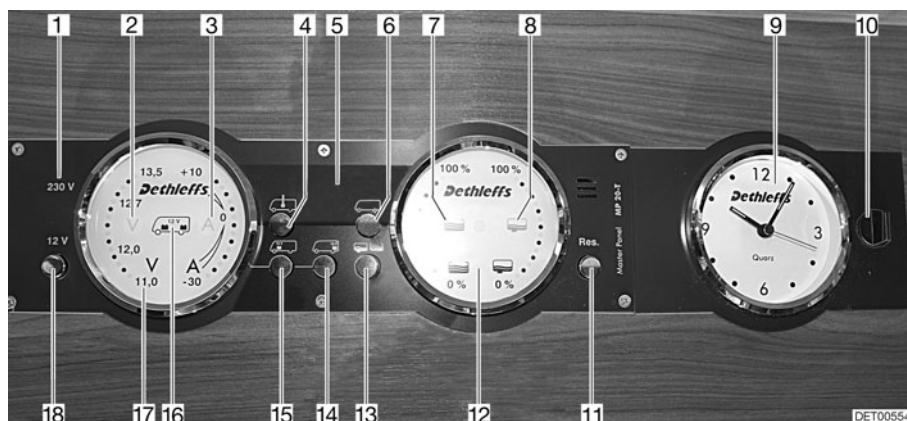

Fig. 138 Panel MP 20-T
Se enciende la luz de control de 230 V (Fig. 138,1) cuando hay tensión de red en la entrada del bloque eléctrico.
El interruptor principal de 12 V (Fig. 138,18) conecta y desconecta el panel y la alimentación de 12 V del habitáculo.
- Pulsar la tecla "12 V" (Fig. 138,18) brevemente. La alimentación de 12 V del habitáculo está conectada. La visualización de control "12 V" está encendida.
- ▷ En caso de que después de la conexión parpadeen tanto el LED "11,0" de la visualización de voltios así como el símbolo Voltios "V" (Fig. 138,2) en el instrumento indicador Baterías (Fig. 138,17), será demasiado baja la tensión de la batería del habitáculo. Cargar la batería.
- ▷ En caso de que después de la conexión parpadeen tres veces la visualización de control "12 V", el símbolo Batería del habitáculo (Fig. 138,16) y el símbolo Voltios "V" (Fig. 138,2), estará activada la separación de batería. Desactivar la separación de batería.
- Pulsar la tecla "12 V" (Fig. 138,18) brevemente. La alimentación de 12 V del habitáculo está desconectada. La visualización de control "12 V" se apaga.
- Pulsar la tecla Batería del habitáculo (Fig. 138,14) y mantenerla pulsada aprox. 10 segundos. Los símbolos Voltios "V" (Fig. 138,2) y Amperios "A" (Fig. 138,3) parpadean 3 veces. Separar la batería del habitáculo de la red de a bordo de 12 V.
- Pulsar la tecla "12 V" (Fig. 138,18) y mantenerla pulsada aprox. 5 segundos. El símbolo Voltios "V" (Fig. 138,2) parpadea 3 veces. La batería del habitáculo está conectada a la red de a bordo de 12 V. La visualización de control estará encendida durante aprox. 2 segundos.
- Pulsar la tecla Batería del habitáculo  (Fig. 138,14). El símbolo Voltios "V" (Fig. 138,2) estará encendido. Según la carga o la descarga, el símbolo Amperios "A" estará encendido de color blanco o bien rojo. La tensión de la batería y la corriente de la batería del habitáculo son visualizadas a través de LEDs en el instrumento indicador.
- Pulsar la tecla Batería del motor de arranque  (Fig. 138,15). El símbolo Voltios "V" (Fig. 138,2) estará encendido. La tensión de la batería del motor de arranque es visualizada a través de LEDs en el instrumento indicador.
- Pulsar la tecla Depósitos  (Fig. 138,13). Los símbolos Depósito de agua  (Fig. 138,7) y Depósito de aguas residuales  (Fig. 138,8) estarán encendidos. Los niveles de llenado del depósito de agua (escala izquierda) y del depósito de aguas residuales (escala derecha) serán visualizados a través de LEDs en el instrumento indicador.
El símbolo Voltios "V" (Fig. 138,2) y el LED "11,0" parpadearán tan pronto la tensión de la batería caiga abajo de 11 V (medición durante el funcionamiento) y exista el riesgo de una descarga completa.
El símbolo Depósito de agua  (Fig. 138,7) o el símbolo Depósito de aguas residuales  (Fig. 138,8) parpadeará si el depósito de agua está vacío o el depósito de aguas residuales está lleno.
A través del visualizador digital (Fig. 138,5) es posible visualizar la temperatura interior y la temperatura exterior.
- Pulsar la tecla Temperatura interior  (Fig. 138,4). Indica la temperatura interior.
- Pulsar la tecla Temperatura exterior  (Fig. 138,6). Indica la temperatura exterior.
El instrumento indicador Reloj (Fig. 138,9) indica la hora. El reloj contiene una batería propia y no está conectado a la red de a bordo de 12 V.